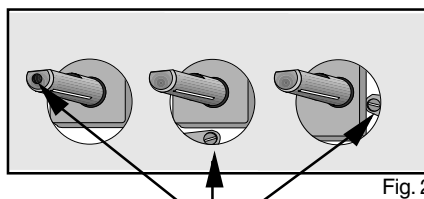

Fig. 2
- Cu ajutorul unei șurubelnițe subțiri, reglați șurubul de by-pass poziționat în centrul tijei de control a robinetului de gaz (vezi Fig. 2). Dacă se trece de la gaz natural 20 mbar la gaz lichid, înșurubați până la capăt șurubul de reglare. Dacă se trece de la gaz lichid la gaz natural 20 mbar, slăbiți șurubul by-pass-ului cu circa 1/4 tur. Dacă se trece de la gaz natural 20 mbar la gaz natural 13 mbar, slăbiți șurubul by-